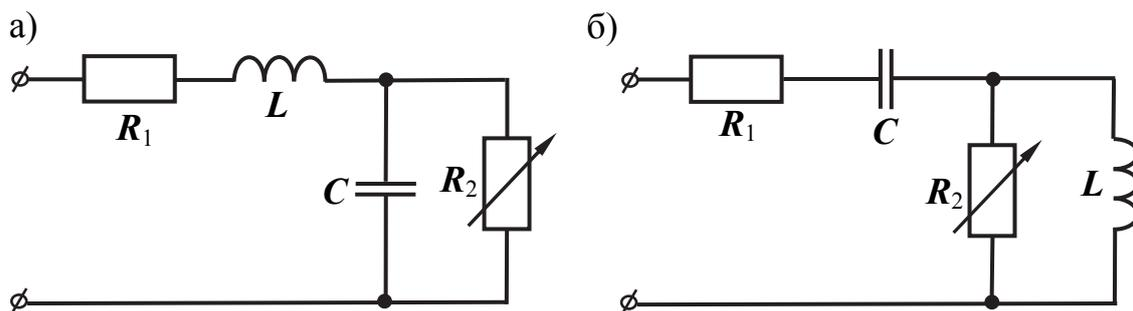

Рис. 12.1
1. Схемы электрических цепей приведены на рис. 12.1, а, б. Собрать на стенде одну из схем по указанию преподавателя. Использовать номинальные значения элементов цепи в следующих пределах: емкость конденсатора  $C = 0,47 \dots 1,00$  мкФ, индуктивность катушки  $L = 40 \dots 100$  мГн, резисторы  $R_1 = 47 \dots 150$  Ом,  $R_2 = 1$  кОм (использовать потенциометр).